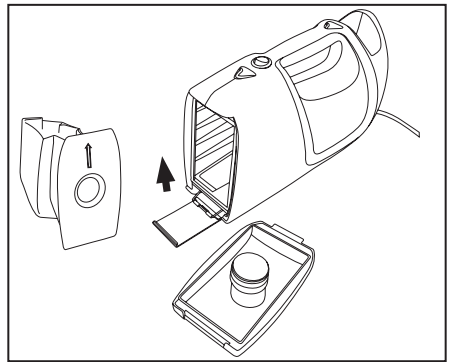

Fig. 12
- Instale una bolsa nueva con la flecha en el cartón apuntando hacia la parte superior de la aspiradora (Fig. 12).